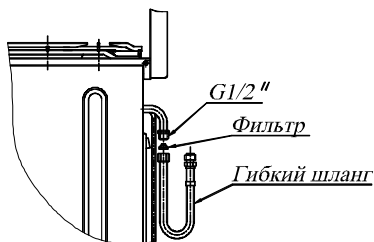

Рисунок 7 – Схема подключения гибкого шланга прямым соединением
7.1 Управление работой горелок осуществляется с помощью ручек (4), надетых на валы кранов (5) (см. рисунок 7). Краны обеспечивают плавную регулировку пламени, а также работу горелок в режимах «Большое пламя» и в фиксированном режиме «Малое пламя».